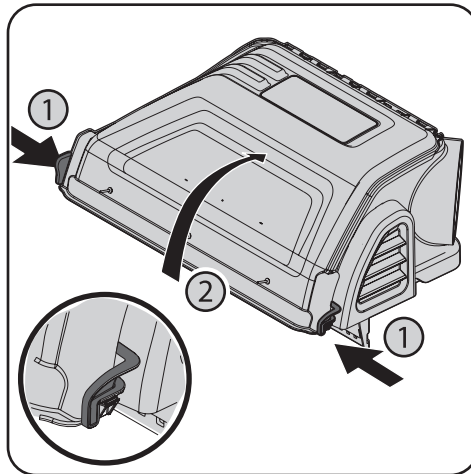

Figure 5-3
1. Ouvrez le capot en enfonçant les onglets arrière avec votre main (1) l'ouvrir, comme illustré à la Figure 5-3 et en soulevant le couvercle de l'autre main au centre, à l'arrière du couvercle de l'ensacheuse (2).